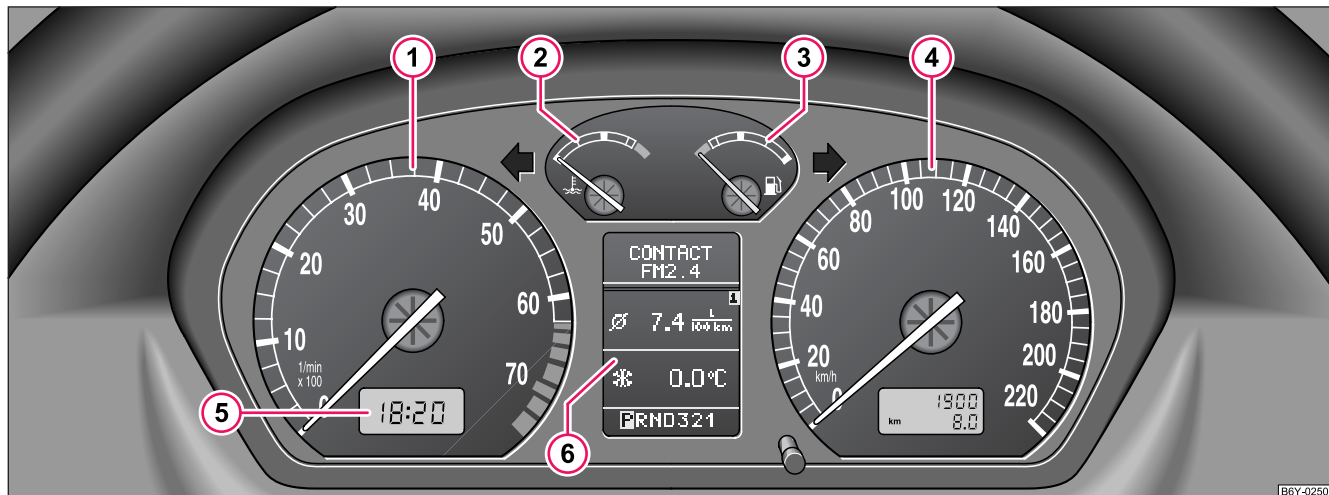

Fig. 3 Combiné
Le début de la zone rouge du compte-tours ① ⇒ page 13, fig. 3 indique pour tous les rapports le régime maximum autorisé pour un moteur rodé et à sa température de service. Avant d'atteindre cette zone, vous devriez passer sur le rapport directement supérieur ou choisir la position **D** sur le levier sélecteur de la boîte de vitesses automatique.
L'indicateur de température du liquide de refroidissement ② ⇒ page 13, fig. 3 ne fonctionne que si le contact est mis.
La jauge de carburant ③ ⇒ page 13, fig. 3 ne fonctionne que si le contact est mis.
Pour régler l'heure, un bouton de rappel est placé en dessous à gauche à côté du tachymètre ➔ page 13, fig. 3.